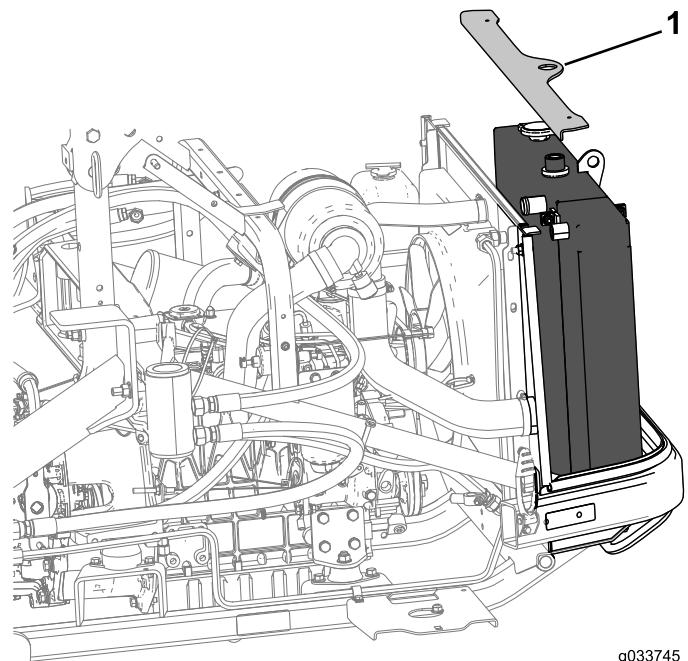

Figura 2
4. Rimuovete la staffa del radiatore, allentate la copertura del ventilatore e inclinate il gruppo del radiatore all'indietro sui relativi supporti posteriori (Figura 2).